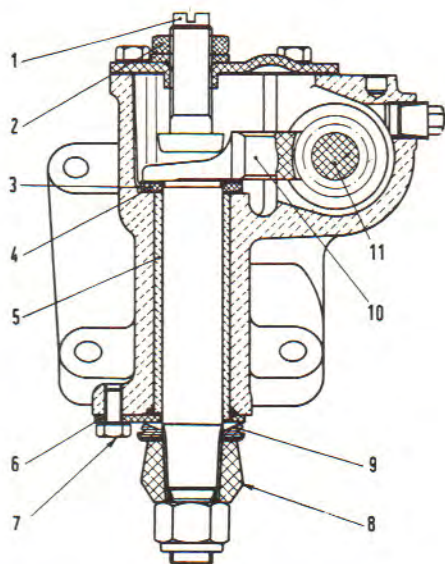

Fig. 30. Snit af styrehus.
Afmonter pitmanarmen og pakningsringen. Løsn skruen (7), som holder justerpladen (6) (fig. 30). Drej excenterbøsningen (5) og flyt dermed sektorakslens ind mod snekken ved hjælp af justerpladen. Pladen sikres igen under anvendelse af det andet tilspændingshjul.
Er sektorakslens tandbue ikke centreret korrekt i forhold til snekkens akse, kan den forskydes aksialt ved montering af flere eller færre shims (4 i fig. 30) mellem sektoraksel og hus.
Sektorakslens aksialbevægelse justeres ved hjælp af skruen (1 i fig. 30). Ved de nævnte justeringer skal alt slør optages uden at styretøjet derfor går stramt.